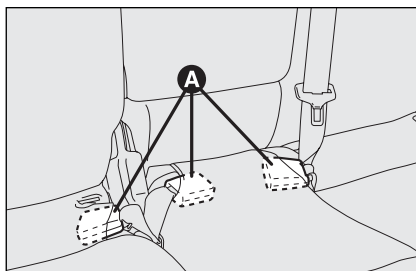

fig. 99
- ☐ pour les versions avec le siège arrière coulissant, placer les boucles des ceintures de sécurité dans les emplacements appropriés **A-fig. 99** prévus dans la doublure du coussin;